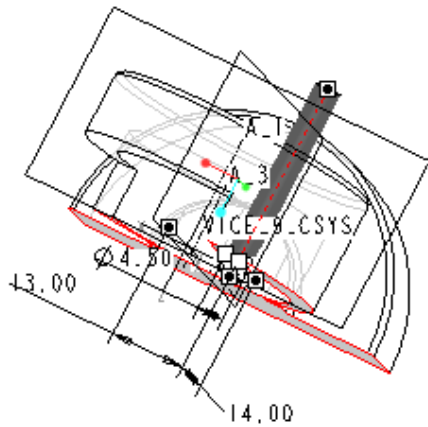
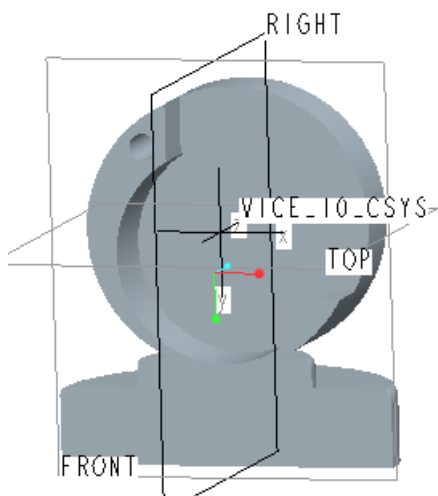

図 6-51 陰線表示による穴の形成状態
図 6-52 穴あけ後のフィーチャー
- 図 6-51 は「フィーチャーを終了」を実行後に、陰線表示を選択して図形を表示させたもの、また図 6-52 は描かれたフィーチャーである。